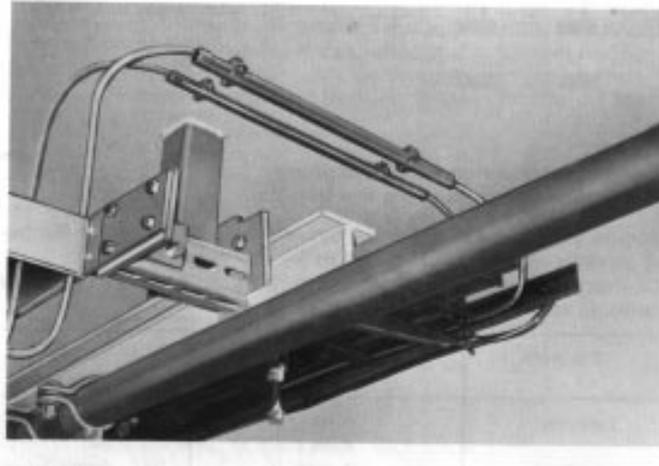

Figura D. 1: Protezione meccanica del cavo di bus tramite montaggio protetto
- in zone con carico meccanico, i cavi di bus devono essere installati in tubi chiusi con rinforzi in alluminio, altrimenti in tubi chiusi con rinforzi in plastica (vedere figura D.1)